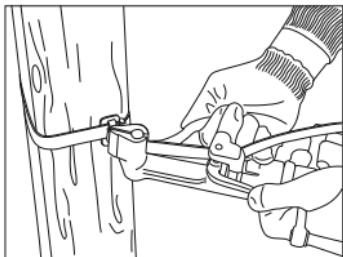

Рисунок 6
- после достижения необходимого натяжения согнуть ленту бандажную вокруг скрепы в противоположную сторону от натяжения стороны и отрезать лишнюю часть (рисунок 6);